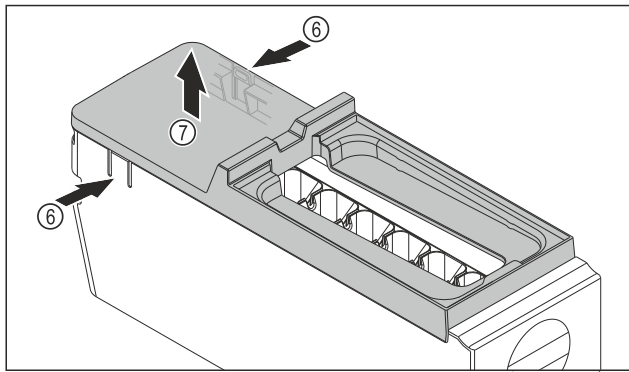

Fig. 92
- ▶ Снимите крышку корпуса EasyTwist-Ice: Надавите рукой на накладки Fig. 92 (6) с обеих сторон корпуса EasyTwist-Ice.
- ▶ Другой рукой снимите крышку Fig. 92 (7) по направлению вверх.